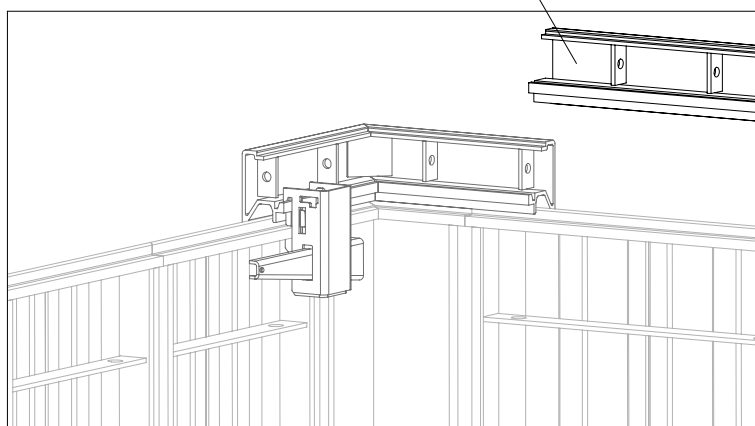

Fig. B2.06
3. Posizionare il telaio di transizione dritto UNO Plus (5) a filo con il telaio di transizione UNO Plus (6a), assicurandosi che non vi siano spazi vuoti. (Fig. B2.06)
- Se possibile, montare sempre il giunto UNO Plus (10) nel punto centrale sopra quello del telaio di transizione UNO Plus.
- Se l'angolo interno del telaio di transizione è in una posizione leggermente elevata o se la distanza tra l'angolo del telaio di transizione e il telaio angolare interno è troppo ampia, tirare verso il basso il giunto a vite UNO Plus (11) e fissarlo. (Non raffigurato)